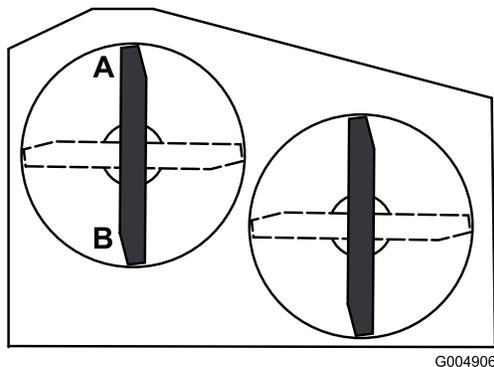

Figura 58
2. Coloque una cuchilla en posición longitudinal. Mida en las posiciones **A** y **B** desde una superficie nivelada hasta el filo de corte de los extremos de la cuchilla (Figura 58).